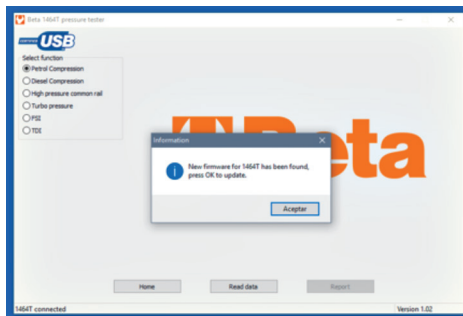

Rys. 2 (próbnik 1464T nie podłączony)
- Logo USB w lewym górnym rogu wskazuje, czy próbnik 1464T został wykryty. Patrz rys. 2 i rys. 3.